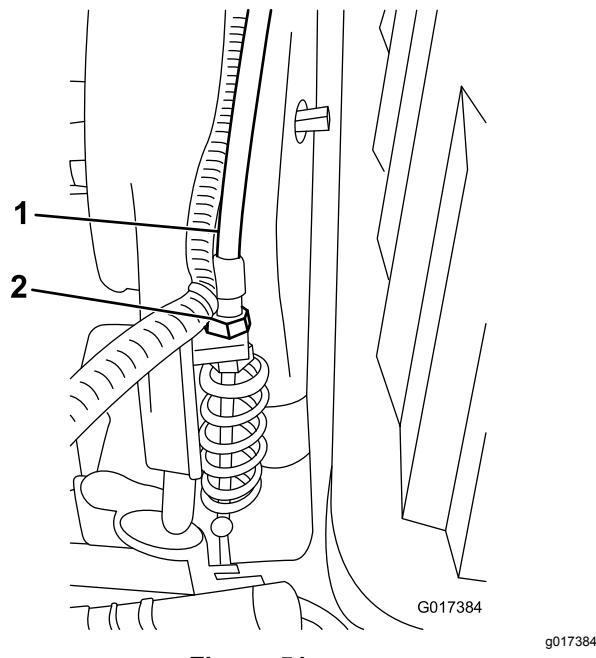

Figura 51
3. Sulla paratia della trasmissione, regolate il cavo di comando del cilindro (Figura 51) in modo da raggiungere una lunghezza della molla compresa tra 70,6 e 72,4 mm.